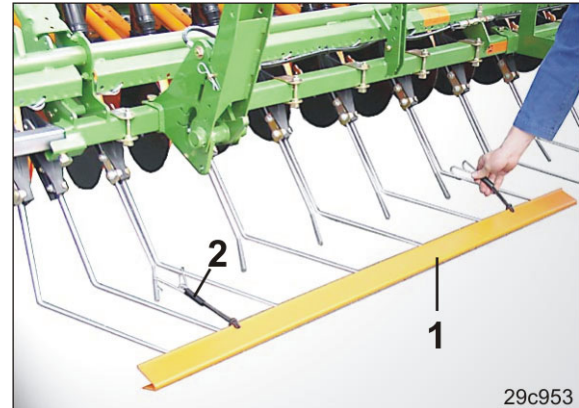

Fig. 214
1. Skub den todelte trafikssikkerhedsskinne (Fig. 214/1) over præcisionsharvens tandspidser.
2. Fastgør trafikssikkerhedsskinnen på præcisionsharven med fjederholdere (Fig. 214/2).